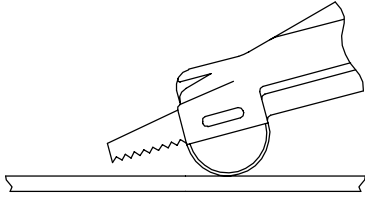

Figura 1
1. Mantenere la sega come indicato in figura 1, con la sua guida saldamente appoggiata sul materiale da tagliare e la punta della lama sollevata sul materiale. Premere il grilletto.